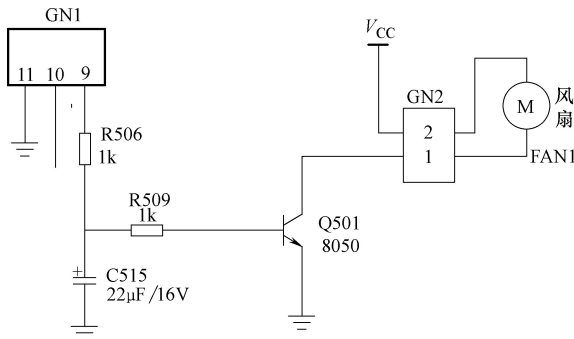

图 4-62 九阳品牌 JYC-21CS21 型电磁炉风扇驱动电路
**维修笔记** 九阳品牌 JYC-21CS21 型电磁炉风扇驱动电路如图 4-62 所示。